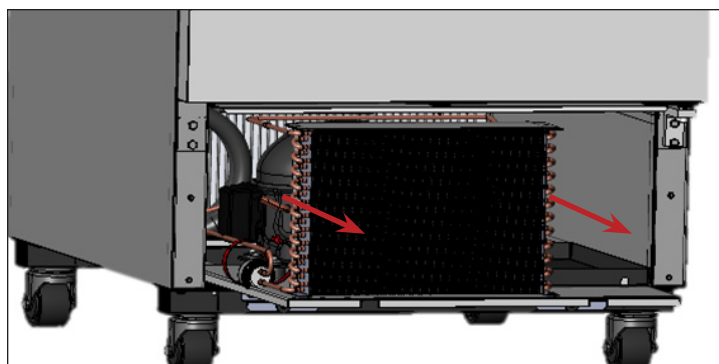

Fig. 6. Sortez l'unité de condensation avec soin en la faisant glisser.
7. Faites coulisser délicatement l'appareil de condensation pour le sortir (les connexions tubulaires sont flexibles). Voir fig. 6. Soufflez doucement de l'air comprimé ou du CO₂ dans le serpentin jusqu'à ce qu'il soit nettoyé.